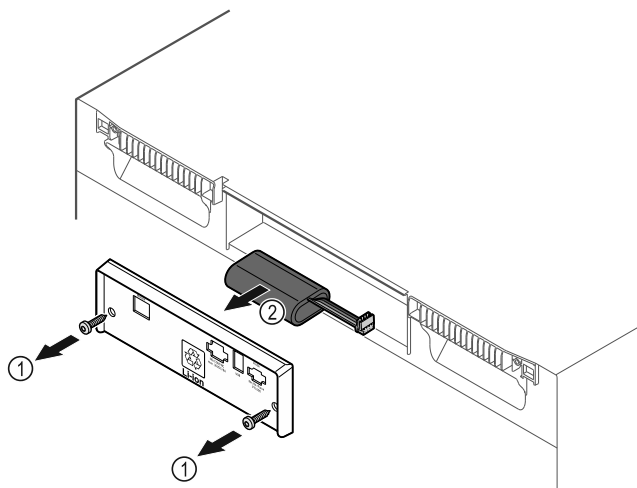

Fig. 184
- Schrauben herausdrehen und Abdeckung auf der Rückseite des Gerätes entfernen Fig. 184 (1).
- Batterie abstecken und herausnehmen Fig. 184 (2).